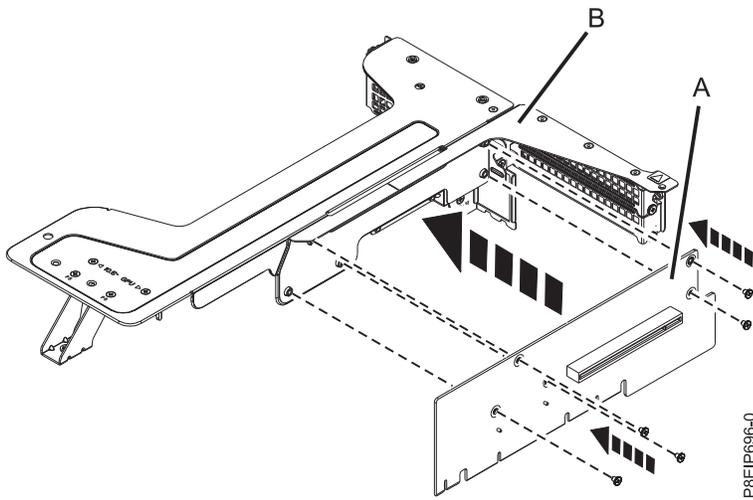

図 49. 位置 1 のアダプターの再取り付け
- a. 位置 1 のライザー・カードを再取り付けする必要がある場合、ライザー・カードをライザー・サポートに再取り付けします。アダプターをフレームに固定する 5 本のねじを再取り付けします (46 ページの図 49 を参照)。